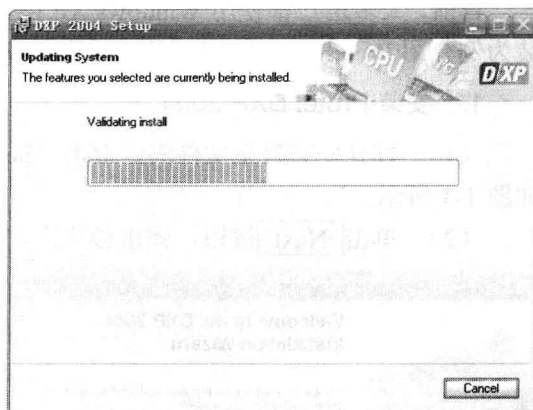

图 1-6 安装软件
(7) 单击 **Next** 按钮, 安装软件, 如图 1-6 所示。